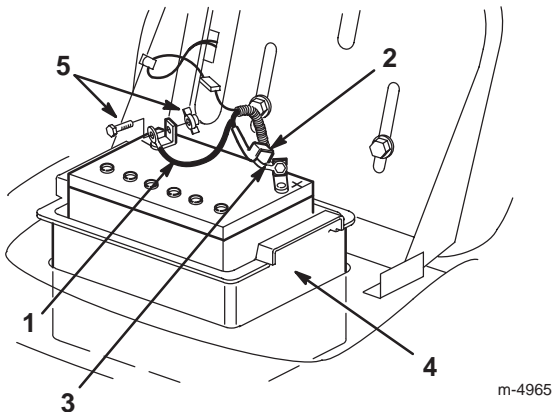

Figure 18
6. Débranchez le câble négatif (noir) de mise à la masse de la borne de la batterie (Fig. 18).
7. Repoussez le capuchon en caoutchouc sur le câble positif (rouge). Débranchez le câble positif (rouge) de la borne de la batterie (Fig. 18).
8. Déposez le bac de la batterie et la batterie du châssis (Fig. 18).
1. Placez le compartiment de la batterie et la batterie dans le châssis (Fig. 18).
2. Connectez le câble positif (rouge) à la borne positive (+) de la batterie à l'aide du boulon et de l'écrou papillon (Fig. 18).
4. Connectez le câble négatif (noir) à la borne négative (-) de la batterie à l'aide du boulon et de l'écrou papillon (Fig. 18).